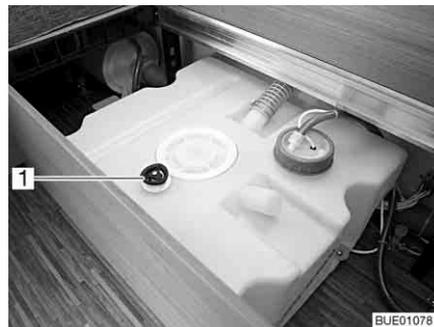
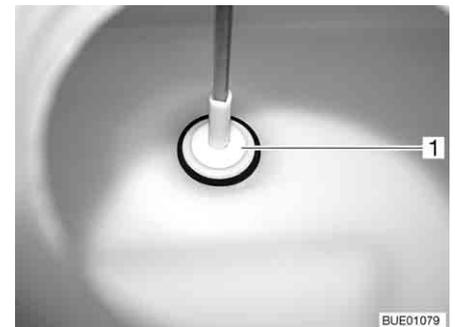

Bild 166 Wassertank
Bild 167 Verschluss-Stopfen
- Auf dem Wassertank den Drehgriff (Bild 166,1) entgegen dem Uhrzeigersinn bis zum Anschlag drehen. Im Tankboden wird der Verschluss-Stopfen (Bild 167,1) angehoben.
- Auf dem Wassertank den Drehgriff (Bild 166,1) im Uhrzeigersinn bis zum Anschlag drehen. Im Tankboden verschließt der Verschluss-Stopfen (Bild 167,1) die Ablauföffnung.